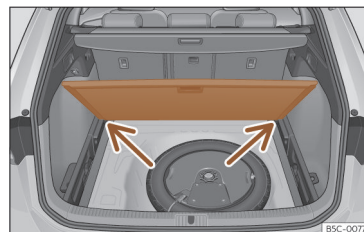

Fig. 180 Piso variável da bagageira: posição inclinada.
- Apoie o piso sobre os alojamentos previstos para o efeito >>> **Fig. 180** (setas).